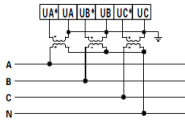

Рис. 3 – Подключение через трансформаторы напряжения. Трехфазная цепь с нейтралью (если  $U > 500В$ )
1. Подключите прибор к исследуемой цепи в соответствии со схемами подключения (см. рис. 3–6).